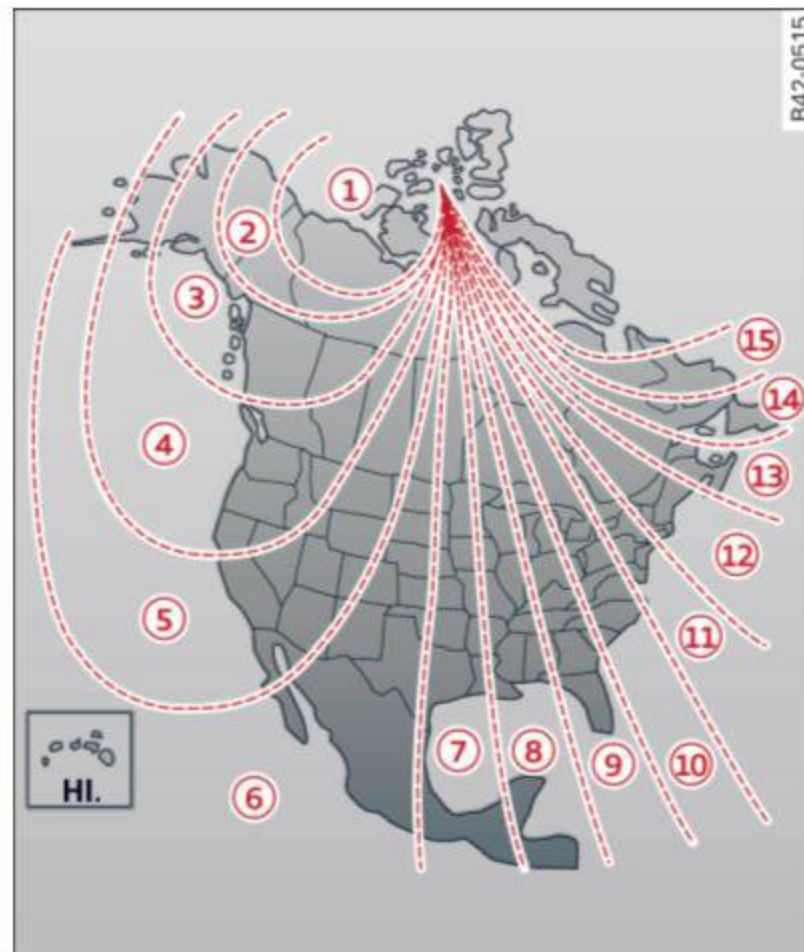

Fig. 67 Amérique du Nord : limites de zone de déviation magnétique
- Appuyez sur le bouton **A** et maintenez-le enfoncé ⇒ fig. 67 jusqu'à ce que le chiffre de la zone magnétique apparaisse dans le rétroviseur intérieur.